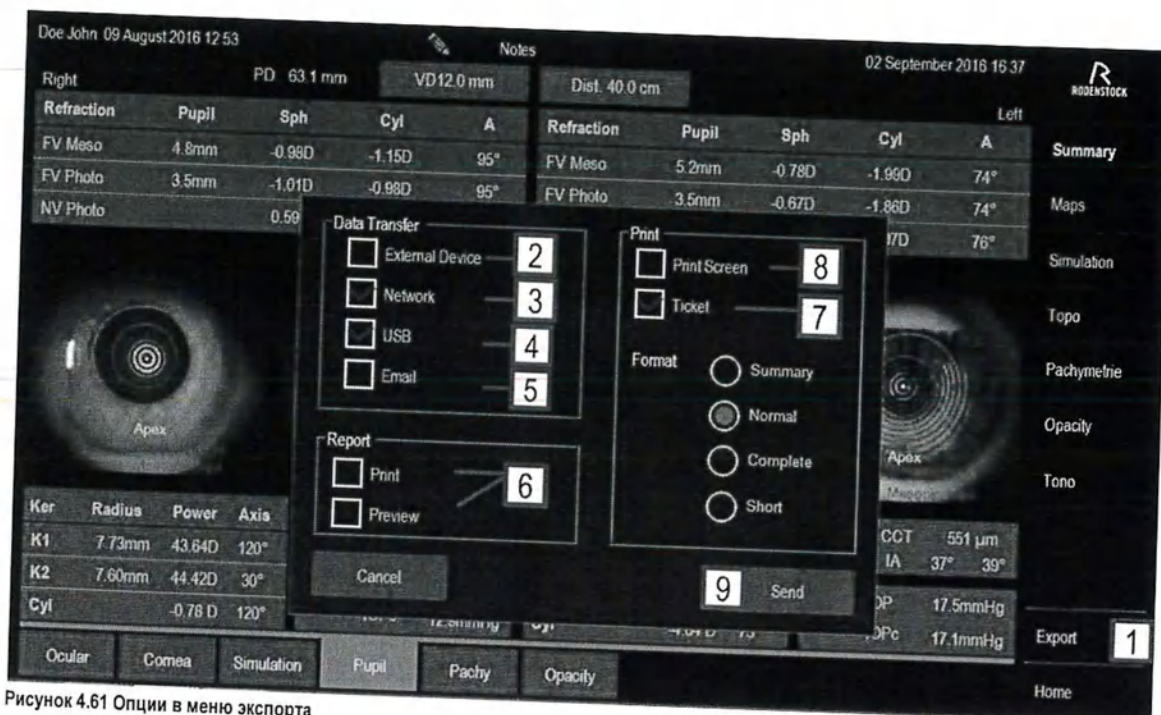

Рисунок 4.61 Опции в меню экспорта
Сразу же после нажатия кнопки "Экспорт" (1), откроется окно (Рисунок 4.61), где вы сможете выбрать как и куда вы хотите экспортировать данные.
появится сообщение, уточняющее, куда вы хотите отправить результаты (см. Рисунок 4.61). Для завершения экспорта нажмите кнопку "OK".
Если вы хотите отправить результаты измерений по электронной почте, для начала, нажмите на кнопку "Экспорт" (1) на экране результатов (Рисунок 4.61). Далее поставьте галочку напротив Электронная почта (5) и нажмите "Отправить" (9). Появится экран:
Если вы хотите сделать скриншот экрана, поставьте галочку напротив "Скриншот" (8) (Рисунок 4.61) и подтвердите действие с помощью кнопки "Отправить" (9). Полученный скриншот можно распечатать.